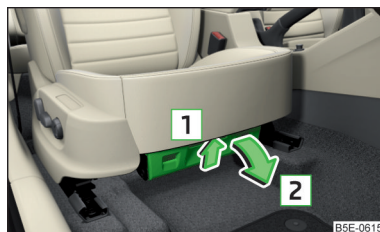

Fig. 109
- Para **abrir**, tirar el tirador en el sentido de la flecha **1** y abrir el compartimento en el sentido de la flecha **2** » fig. 109.